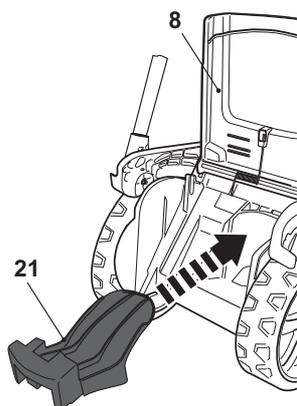

Fig.21
- > Insérez l'insert de broyage [21] dans la goulotte d'éjection arrière [22] (Fig.21). Assurez-vous que le bouton de déverrouillage [21a] s'enclenche en place.